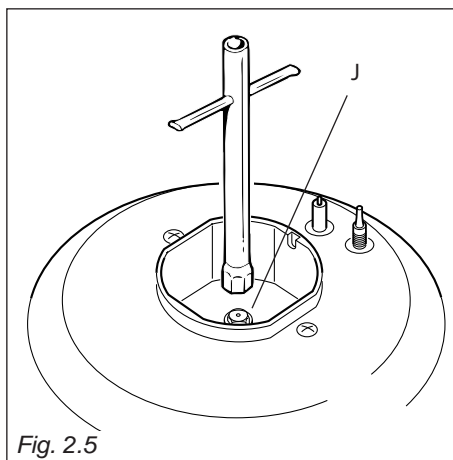

Fig. 2.5
- Con una chiave fissa sostituire gli ugelli "J" (fig. 2.5) con quelli idonei per il gas da utilizzare.